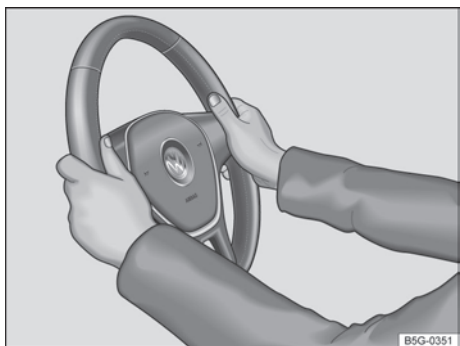

Fig. 53 No volante: posição 9 e 3 horas.
- Ajustar a posição do volante de forma que possa segurá-lo lateralmente pela borda externa na posição de 9h e 3h → Fig. 53 com ambas as mãos e os braços ligeiramente dobrados.
- Empurrar a alavanca ① sempre pelo manípulo com firmeza para cima após o ajuste, para travar a posição do volante.
- Durante a condução, sempre segurar o volante com ambas as mãos lateralmente na borda externa nas posições de 9h e 3h → Fig. 53, para reduzir ferimentos causados por um acionamento do airbag frontal do condutor.